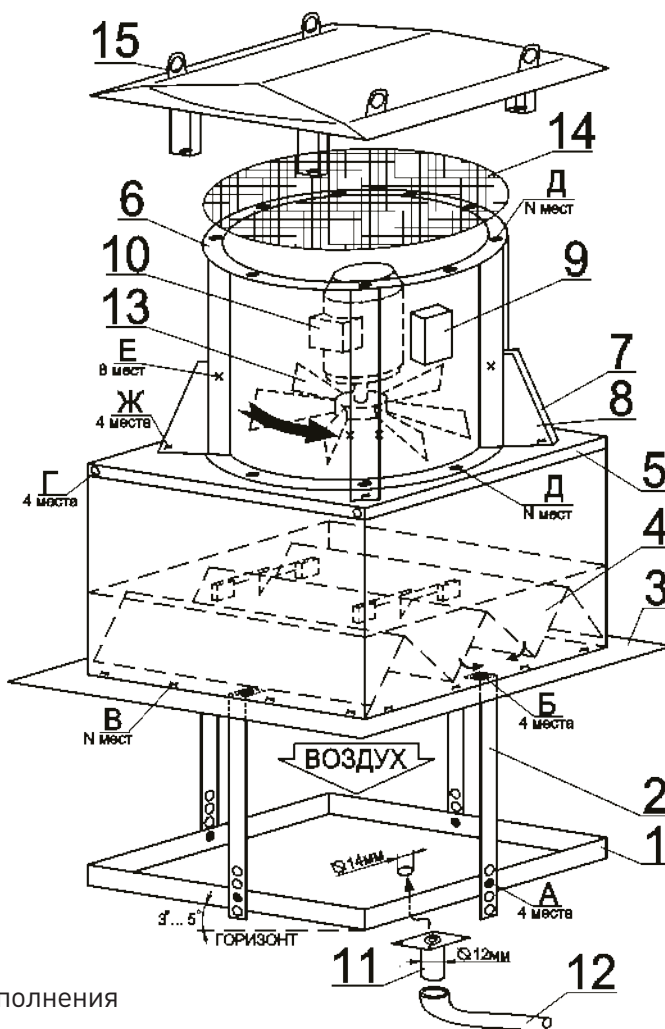

Рисунок 16. Схема монтажа вентилятора крышного исполнения
Клапан крепится непосредственно к стакану монтажному до его установки на кровлю здания (см. рисунок 16).
Клапан крепится на штатные «глухие бонки» во фланце стакана (поз. В, рис. 16).
Верхние концы подвесов поддона (поз.2) крепится на штатные «глухие бонки» во фланце стакана (поз. Б, рис. 16).
Нижние концы подвесов поддона (поз.2) крепятся на штатные отверстия в бортах поддона (поз. А рис. 16).
Поддон рекомендуется устанавливать с небольшим наклоном в удобную сторону слива (см. рисунок 16) для чего в планках подвеса (поз.2) сделан ряд отверстий для регулировки его крепления по высоте.
Для установки на поддон сливного патрубка (поз.11) для отвода конденсата необходимо в месте его размещения на дне поддона просверлить отверстие $\varnothing 14$ мм (см. рисунок 16). Крепление патрубка осуществляется прилагаемыми саморезами снизу (уплотнительной прокладкой к поддону). Дополнительной герметизации патрубка не требуется.
Вентилятор монтируется на стакан посредством установки через опорную плиту (поз.5, рис.16). Порядок монтажа:
1. Опорная плита крепится к вентилятору по его нижнему фланцу (поз. Д, рис.16).
2. Для вентиляторов типоразмеров 63 и выше в комплект плиты опорной дополнительно входят уголки усиления (рис.16, поз.7 и 8), крепление которых производится после установки вентилятора на плиту.
Крепление уголков к опорной плите производится в местах Ж (рис.16).
Левый уголок (рис.16, поз.7) устанавливается первым, правый (рис.16, поз.8) устанавливается на него сверху.
- крепление уголков к ребрам корпуса вентилятора производится в местах Е (рис.16).
- 3.** Опорная плита, вместе с вентилятором, устанавливается и закрепляется на стакане на штатные «бонки» во фланце стакана (поз. Г, рис.16).
Адаптер крепится непосредственно к стакану монтажному (допускается производить монтаж клапана как до, так и после установки стакана на кровлю здания (см. рисунок 16). Обратный клапан при этом устанавливать не требуется.
Адаптер крепится на штатные «глухие бонки» во фланце стакана (поз. В, рис.16).
Противопожарный клапан крепится к отверстиям (поз. А, рис.16) индивидуальным крепежом. Диаметр отверстий А в адаптере - 11мм.